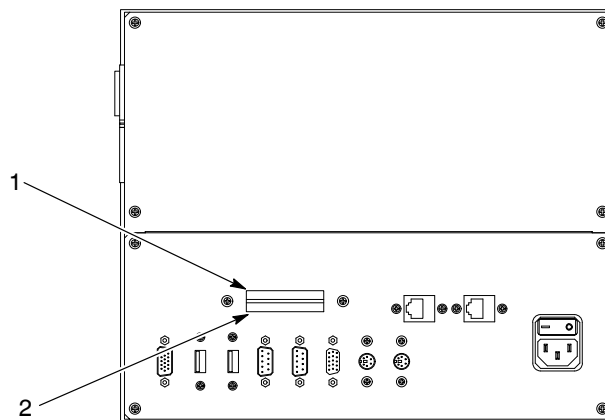

Figura 3-10 Posizione schede dati utente e programma
Vedi figura 3-10. Le fessure delle schede CompactFlash sono sul retro del PC. La scheda superiore (1) è la scheda dei dati; la scheda inferiore (2) è la scheda del programma.